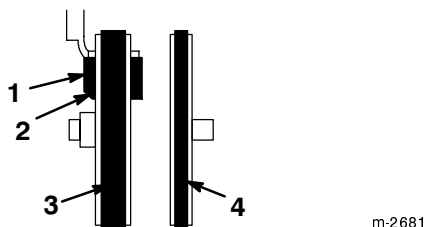

Figura 33
15. Accertatevi che la pastiglia del freno sia montata correttamente sul braccio del freno. Posizionate l'angolo smussato sulla pastiglia, come illustrato nella Figura 33.
12. Accertatevi che la pastiglia del freno sia montata correttamente sul braccio del freno. Posizionate l'angolo smussato sulla pastiglia, come illustrato nella Figura 33.